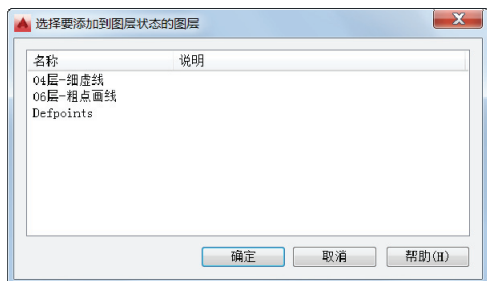

图 6-31 打开的对话框
4) 图形中存在着未包含在该命名图层状态中的新图层时,如果要将该新图层添加到当前命名图层状态中,则可在“编辑图层状态”对话框中单击“将图层添加到图层状态”按钮,打开图 6-31 所示的“选择要添加到图层状态的图层”对话框,从图层列表中选择需要的图层,单击“确定”按钮即可。